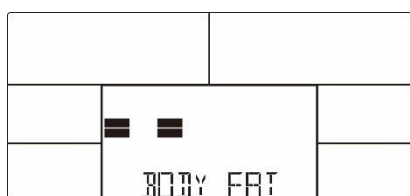

Bild 25
*Om skärmen visar meddelandet " = " " = " (bild 25), betyder det att du inte håller i pulsmätarna eller bär pulsbeltet korrekt.